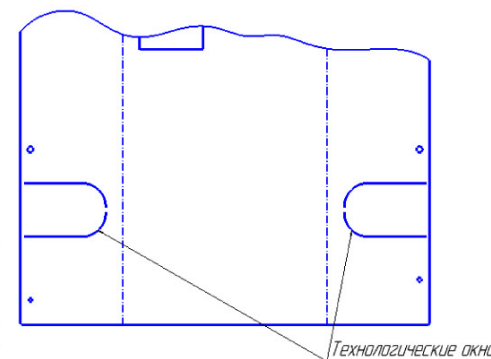

рис. 2 Технологические окна.
1. Снять кожух и демонтировать технологическое окно с нужной стороны (см. рис. 2)
Для удобства монтажа котел имеет возможность подключения к системе отопления как с правой, так и с левой стороны. Монтаж электроводонагревателя выполнять таким образом, чтобы к нему был обеспечен доступ для обслуживания и ремонта. Чтобы обеспечить возможность замены блока ТЭН при ремонте, расстояние от пола до корпуса электроводонагревателя должно быть не менее 500мм - для Электроводонагревателя - 3;4,5;6 кВт и 600мм. - для Электроводонагревателя - 9;12 кВт. С целью улучшения условий циркуляции воды в системе отопления с естественной циркуляцией, электроводонагреватель следует установить таким образом, чтобы его нижний патрубок был нижней точкой отопительной системы (см рис.2). Трубопроводы выполняются из водопроводных труб. Соединение труб может производиться на резьбе и сварке. Рекомендуемые диаметры трубопроводов систем отопления с естественной циркуляцией: